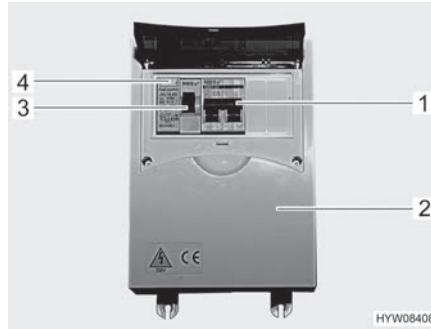

Bild 155 230 V-säkringslåda med ledningsskyddsbrytare och RCD (huvudbrytare)
- Stäng av RCD (huvudbrytare, Bild 155,3) i säkringslådan (Bild 155,2).
- Koppla på Den RCD (huvudbrytare, Bild 155,3) i säkringslådan.
- När fordonet är anslutet till 230 V-försörjningen, tryck på kontrollknappen (Bild 155,4) på RCD (Bild 155,3) i säkringslådan (Bild 155,2). RCD måste lösa ut.
- Slå på RCD-brytaren (Bild 155,3) igen.